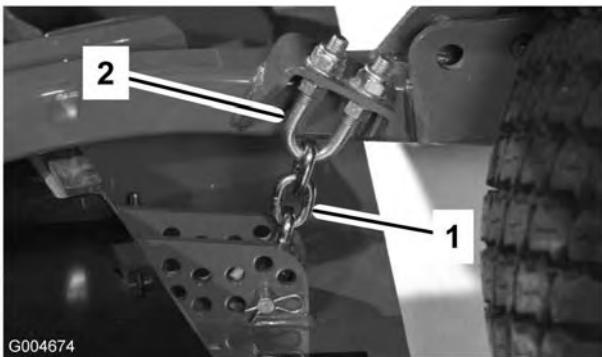

Bild 16
5. Entfernen Sie den Splint und den Lastösenbolzen, mit denen die Schnithöhenkette an der Rückseite des Mähwerks befestigt ist (Bild 16).